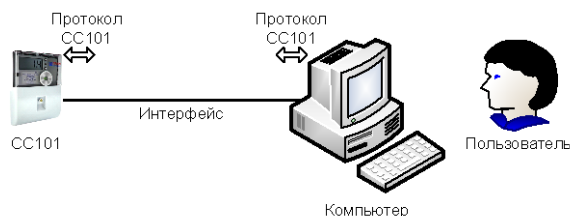

Рисунок 2.2. Считывание показаний и управление счетчиком по последовательному интерфейсу
2.2 Пользователь выбирает и считывает показания счетчика на компьютер, подключенный к прибору по последовательному интерфейсу (Рисунок 2.2). Тип последовательного интерфейса (опто-порт, RS-232, RS-485, MBUS) ограничивает максимально допустимое расстояние до прибора. В программе на компьютере можно осуществлять выбор, автоматическое считывание и сохранение показаний в базе данных, формирование отчетов, управление счетчиком и т.д.